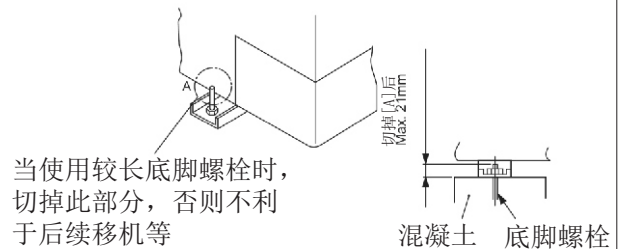

图7.2 地脚螺栓固定室外机示例
- (3) 地脚螺栓紧固室外机示例（图7.2）
- (4) 为防止室外机倾斜产生异常噪音，或由于强风和地震造成倾倒，要切实固定室外机。
- (5) 在屋顶或阳台安装机组时，寒冷的早晨冷凝水有时会结冰。因此，避免在人常走的地方排水，防止滑倒。